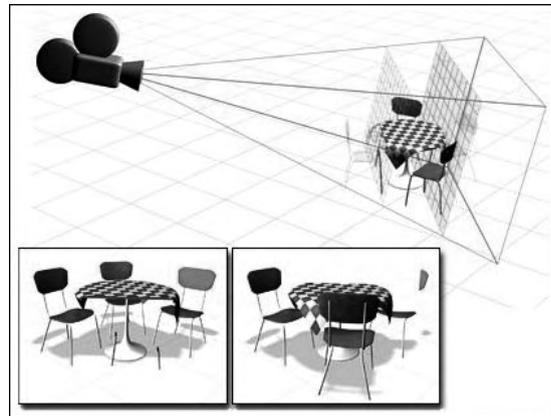

Fig.11.3
- **Plans de délimitation avant et arrière** (Clipping) : spécifie l'emplacement des plans de délimitation. Les plans de délimitation constituent des contours qui définissent, ou découpent, une vue. Dans la vue de la caméra, tout ce qui se trouve entre la caméra et le plan de délimitation avant est masqué. De la même manière, tout ce qui se trouve entre le plan de délimitation arrière et la cible est masqué (fig.11.3).